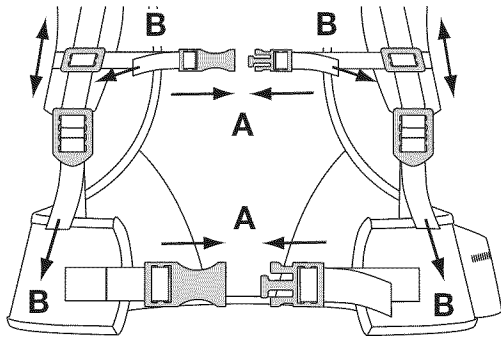

Fig. 18
- Cierre los soportes de la cintura del sistema de suspensión uniendo las presillas de los soportes de la cintura y los hombros (Fig. 18, A).
- Tire de las manijas de los soportes de los hombros para apretar los soportes de los hombros (Fig. 18, B).